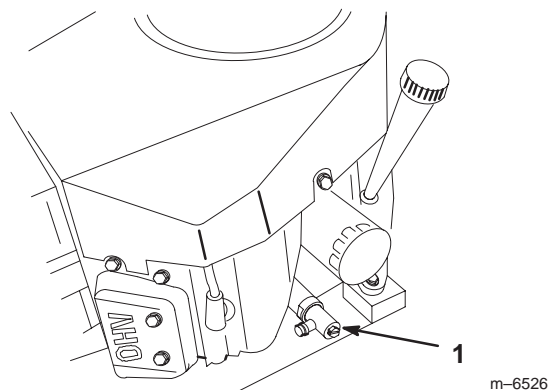

Figure 28
3. Placez un bac de vidange sous l'orifice de vidange. Ouvrez le robinet de vidange avec un tournevis à lame plate, une clé de 3/8 pouce ou de 10 mm (Fig. 28).
4. Tournez le robinet dans le sens anti-horaire pour l'ouvrir (Fig. 28).
5. Quand toute l'huile s'est écoulée, refermez le robinet de vidange en le tournant dans le sens horaire (Fig. 28).